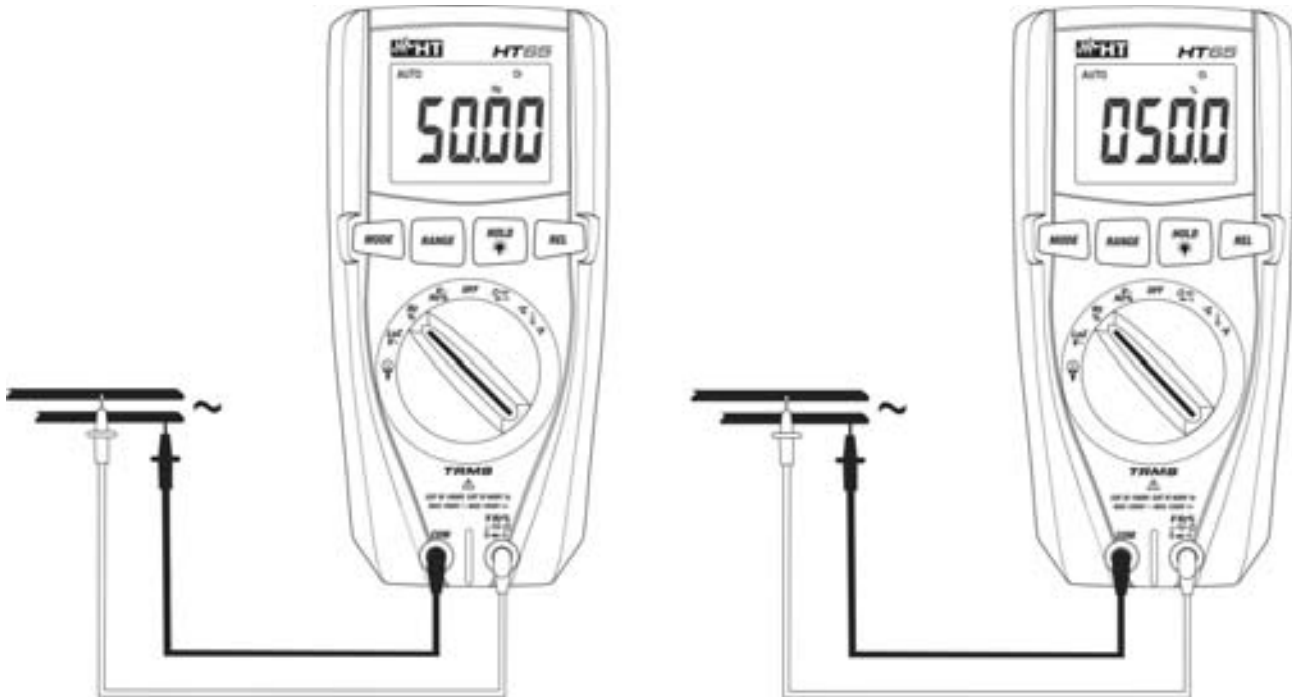

Fig. 5: Utilisation de l'instrument pour la mesure de Fréquence et Duty Cycle
4. Positionner l'embout rouge et l'embout noir dans les points du circuit sous test (voir la Fig. 5). La valeur de fréquence (Hz) ou duty cycle (%) apparaît à l'écran